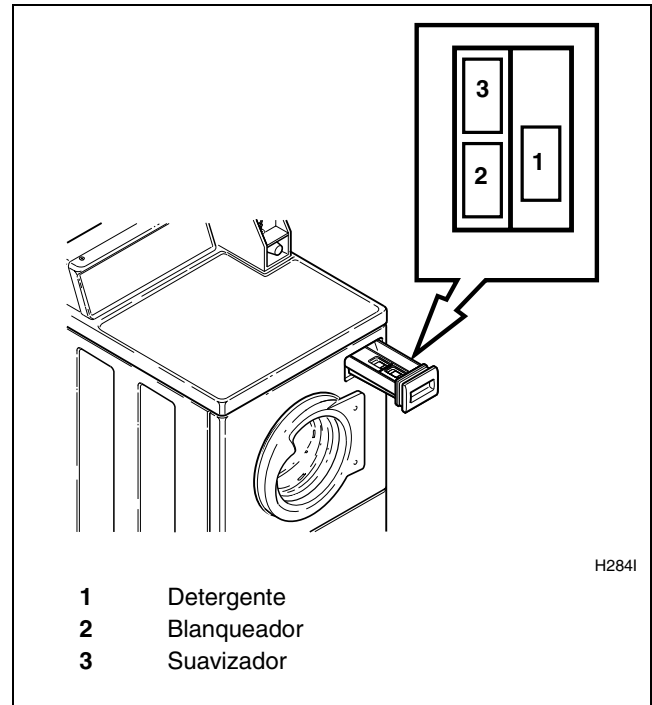

Figura 31
Abra la gaveta del surtidor. Mida y agregue detergente de baja espuma (1) blanqueador (2) y suavizador de tela (3) a la gaveta del surtidor (consulte la *Figura 31*). Cierre la gaveta del surtidor.